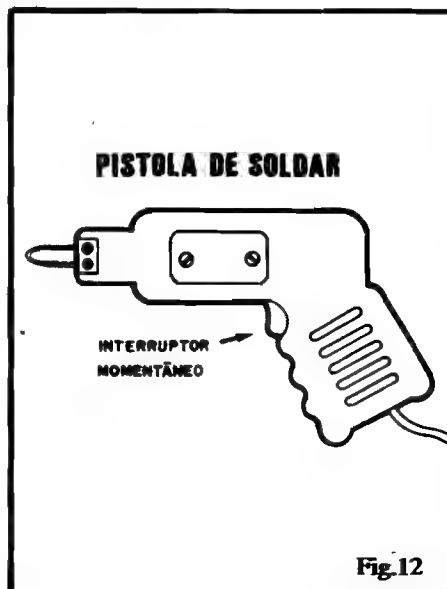

Fig.12
- FIG. 12 - Pistola de soldar. É um tipo "avançado" e profissional de ferro de soldar, obviamente muito mais caro do que os convencionais. Tem a vantagem de permanecer "fria" enquanto efetivamente a ponta não está sendo aplicada para uma boa operação de solda, graças ao uso de um "gatilho" (interruptor momentâneo) e de um sistema elétrico interno que permite o rápido aquecimento da ponta. Inicialmente, o Leitor/Aluno não precisará desse nível de sofisticação ferramental... No futuro, quem sabe...? Se Você for do tipo que "vaza grana", tudo bem... Pode comprar uma pistola de soldar, do tipo leve, mas, por enquanto, um bom e confiável ferro, ainda é a solução mais prática e barata...